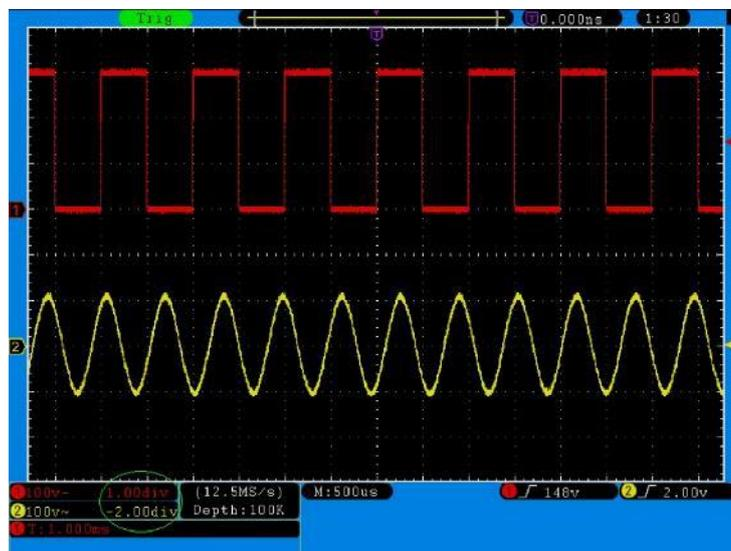

Fig. 25 Informazioni sulla posizione verticale
3. Quando si regola la posizione verticale della forma d'onda del canale, lo schermo visualizza le informazioni sulla posizione verticale nell'angolo in basso a sinistra (vedere la **Fig. 25**).